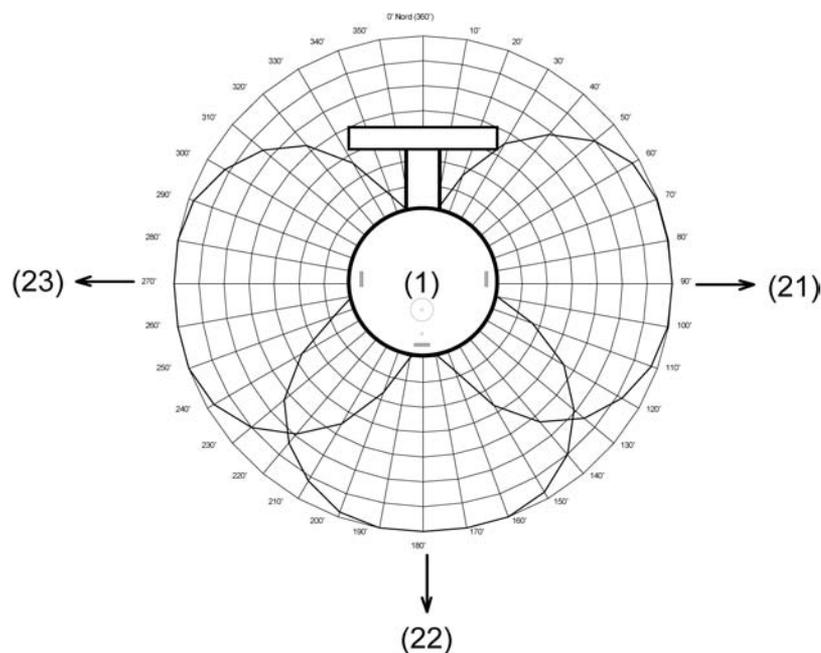

Bild 4: Ausrichtung der Wetterstation
- (1) Lichtdurchlässiger Sensorkopf mit der Sensorfläche des Niederschlagssensors, dem Temperatursensor, dem Dämmerungssensor, dem Windsensor und den 3 Helligkeitssensoren
- (2) Winkelarm mit variabler Verrastung zur Ausrichtung des Sensorkopfes
- (3) Klemmenkasten zum Anschluss des KNX/EIB und der Heizspannung an den Sensorkopf
- (4) Lage des Temperatursensors
- (5) Sensorfläche der Niederschlagssensors
- (6) Lage des Dämmerungssensors und des Helligkeitssensor 2
- (7) Lage des Helligkeitssensor 1 (Helligkeitssensor 3 befindet sich in 9 Uhr-Position (Bild 4) und ist somit dieser Ansicht nicht sichtbar)
- (8) Lage des thermischen Windsensors